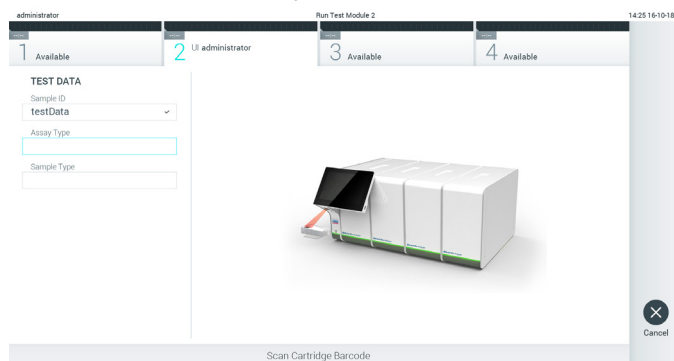

**Figura 23. Scanarea codului de bare cu ID-ul probei.**
2. Atunci când vi se solicită acest lucru, scanați codul de bare pentru ID-ul probei, folosind cititorul de coduri de bare integrat în modulul operațional (Figura 23).